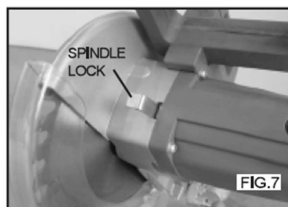

FIG. 7
6. Druk de spilvergrendeling in om te voorkomen dat het zaagblad draait. (Zie Afb.7)